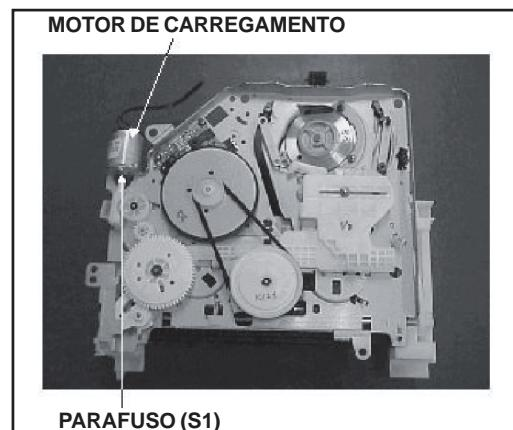

Fig. S8
b) Remova o parafuso (S1) e remova o motor de carregamento como mostrado na Fig. S8.
- g) Instale o motor de carregamento e aperte o parafuso S1 como mostrado na Fig. S8.